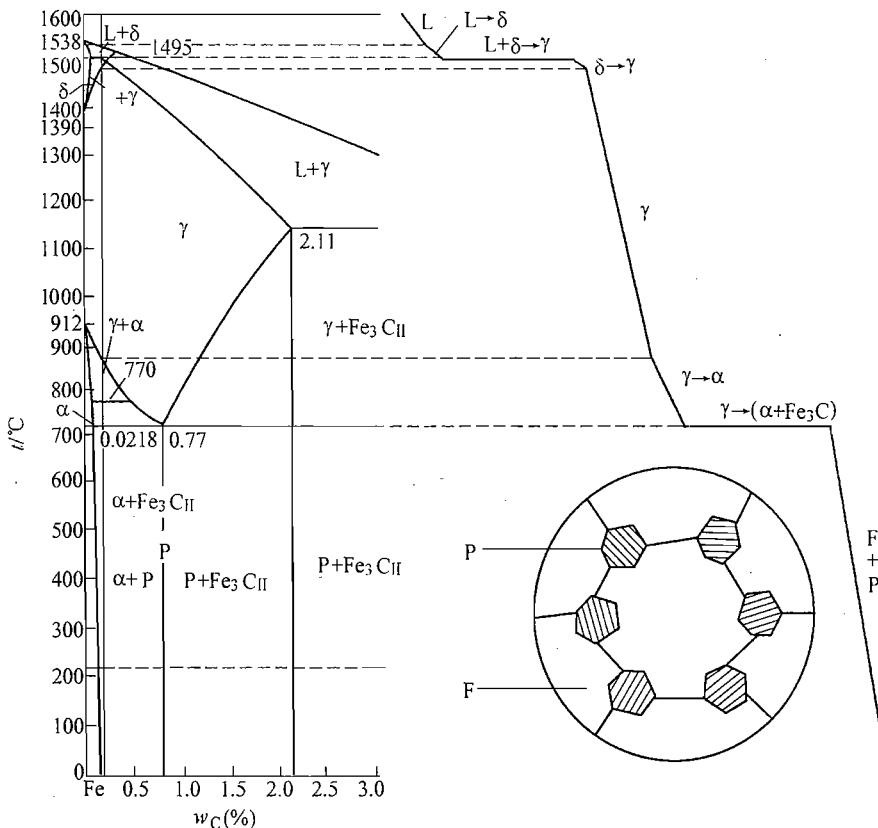

图 34-3 第五题第 4 小题解答图
4. 含  $0.15\%$  C 铁-碳合金平衡冷却到室温时的相变过程和组织示意图如图 34-3 所示。